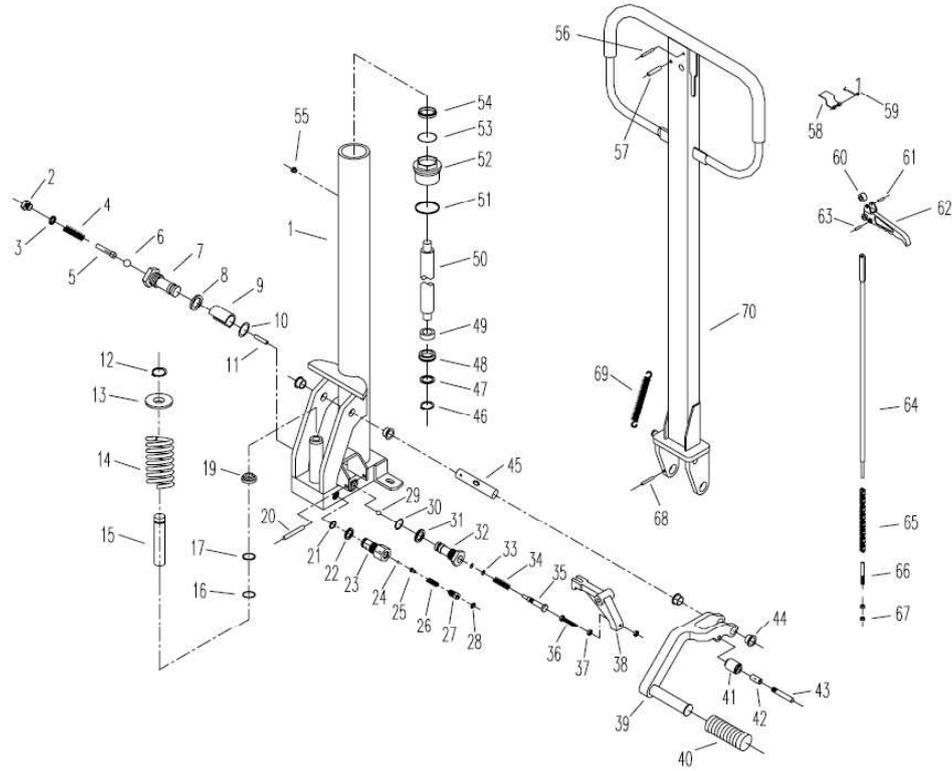

Figur 2 Løftediagram
6. Forankringspunkter under transport kan ses i figur 2.